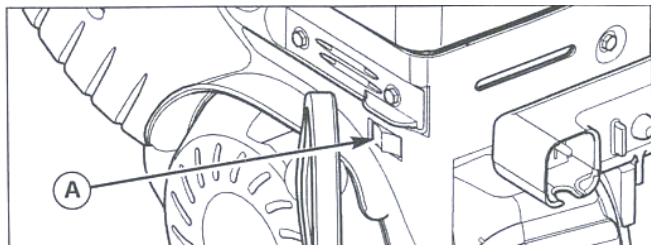

Рис. 3. Выключатель зажигания
3. Переведите выключатель зажигания (А, рис. 3) в положение ON (включено).